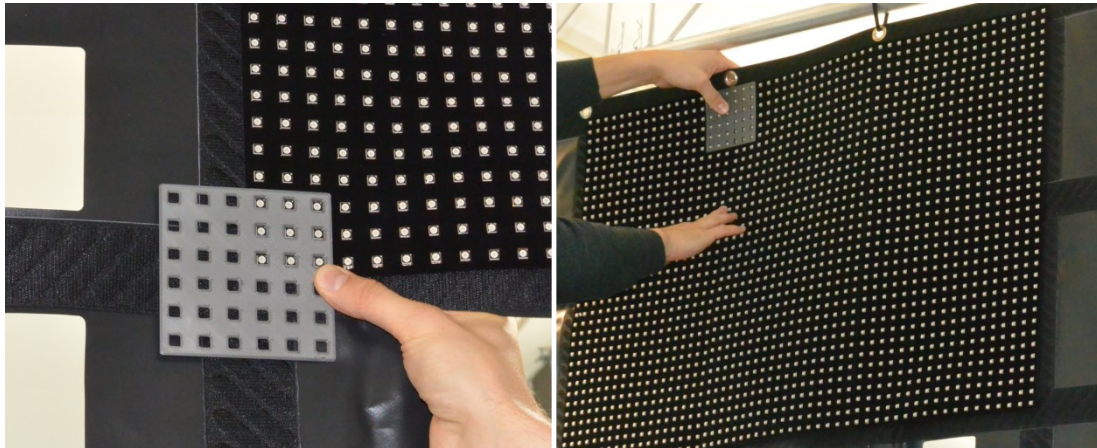

Abbildung 7: Korrekte Ausrichtung von ledTec.flex mit LED-Ausrichtwerkzeug
- Die korrekte Ausrichtung der Folien auf dem Subbanner kann mit Hilfe des LED-Ausrichtungswerkzeugs (siehe Abbildung 7) erfolgen. Sobald die korrekte Positionierung bestätigt ist, üben Sie leichten Druck entlang der Kanten der Folie aus, um eine zuverlässige mechanische Verbindung zwischen Haken und Schlaufe zu gewährleisten.